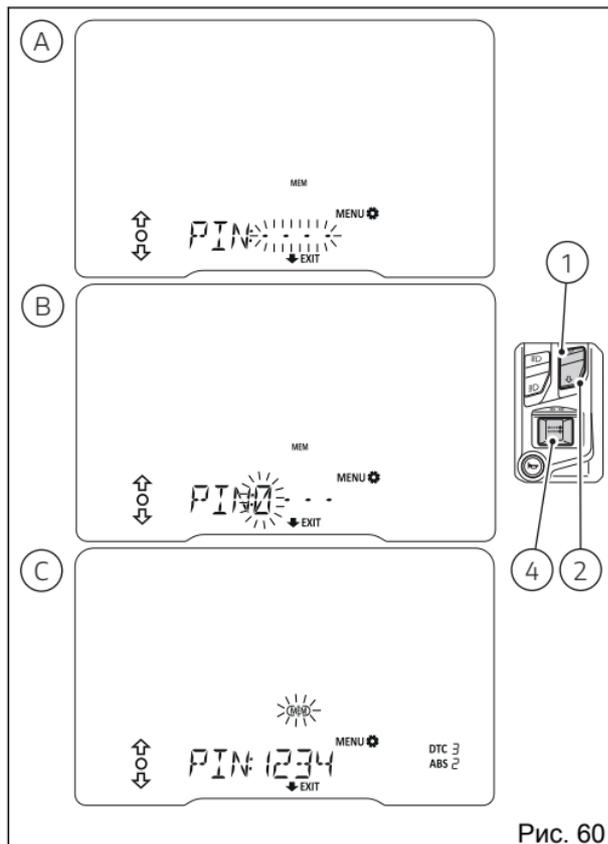

Рис. 60
При нажатии кнопки (4) для подтверждения четвертой и последней цифры на дисплее будет мигать рамка надписи «MEM» (С, Рис. 60). Теперь, кнопками (1) и (2) можно выполнить следующее:
- Нажимать на кнопку (2) в течение 2 секунд, чтобы выйти из функции без сохранения кода.
- Выбрать отдельные числа (мигающие) заданного кода и нажать на кнопку (4), чтобы изменить их, повторяя процедуру ввода кода.
- Выбрать надпись «MEM» в мигающей рамке (С, Рис. 60), а затем нажать на кнопку (4), чтобы записать в память новый PIN-код.